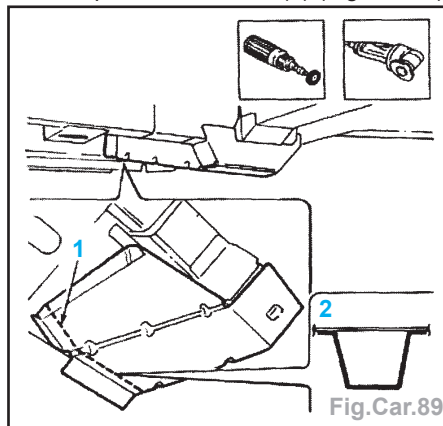

Fig.Car.89
- Découper dans la zone (1) (Fig.Car.89).